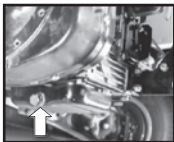

Fig. 26
- Retire el tapón de drenaje del cárter y drene el aceite (Consulte la **Fig 26**). Incline el Vehículo hacia el lado izquierdo con la ayuda de un gato o un soporte de seguridad.